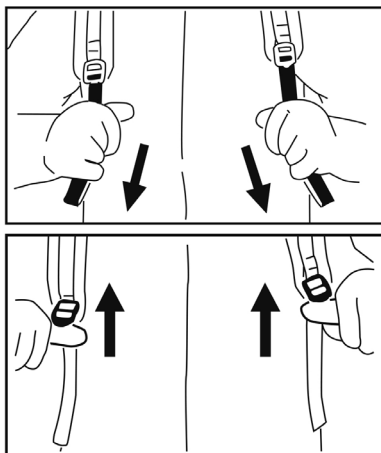

Рис. 17 Настройка ремней
2. Потяните ремни вниз, чтобы натянуть их (Рис. 17).